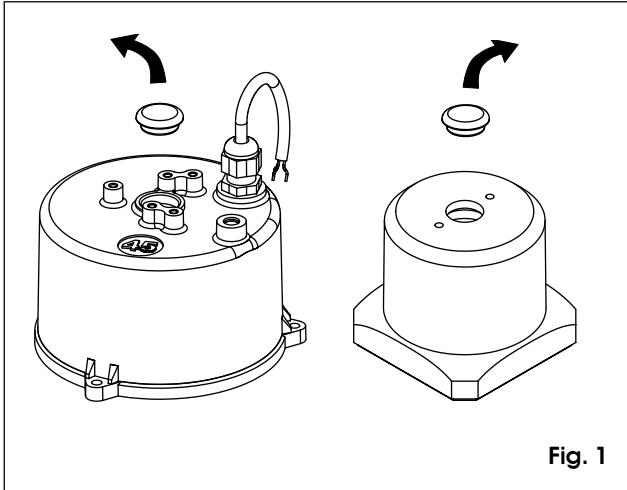

Fig. 1
- 1) Togliere il tappo dalla calotta motore come in fig.1.
- 1) Remove the plug from the motor cover as shown in figure 1.
- 1) Enlever le bouchon de la calotte du moteur d'après la fig.1.
- 1) Quite el tapón de la tapa del motor como se muestra en la fig. 1.
- 1) Den Verschluß der Motorhaube abnehmen, wie in Abb. 1 gezeigt.